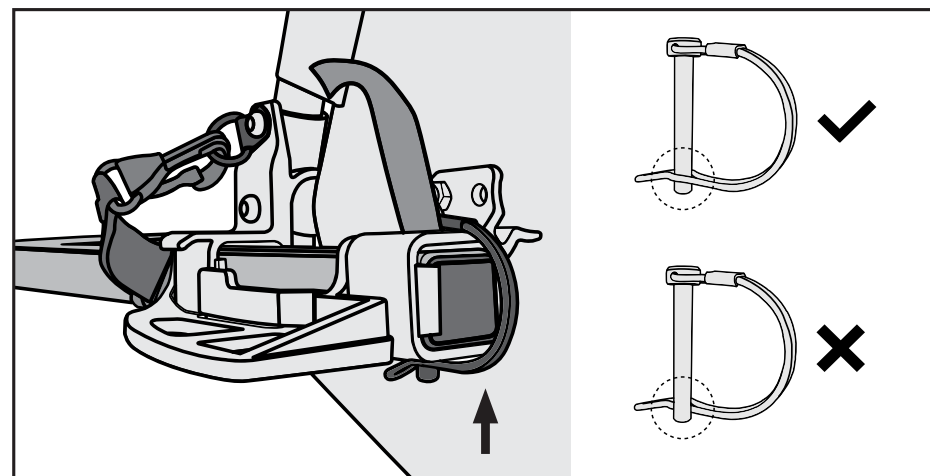

Abbildung 11
3. Bitte vergewissern Sie sich, dass der Halteringsstift fest sitzt, gemäß der Abbildung (Abbildung 11).